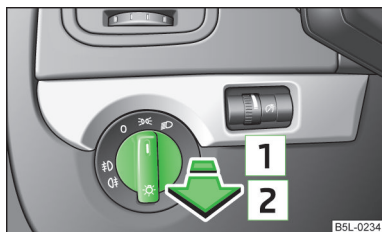

Fig. 28
- Ruotare dapprima l'interruttore luci » fig. 28 in posizione  oppure .
- Ruotare dapprima l'interruttore luci » fig. 28 a pagina 46 in posizione  oppure .